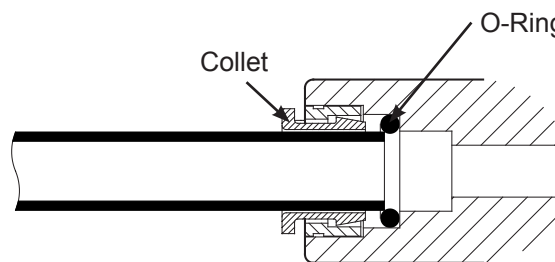
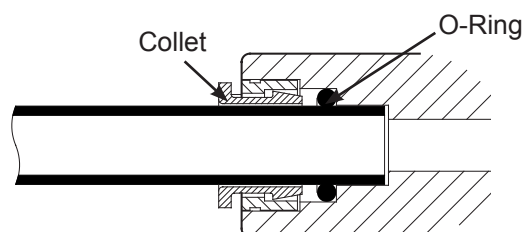
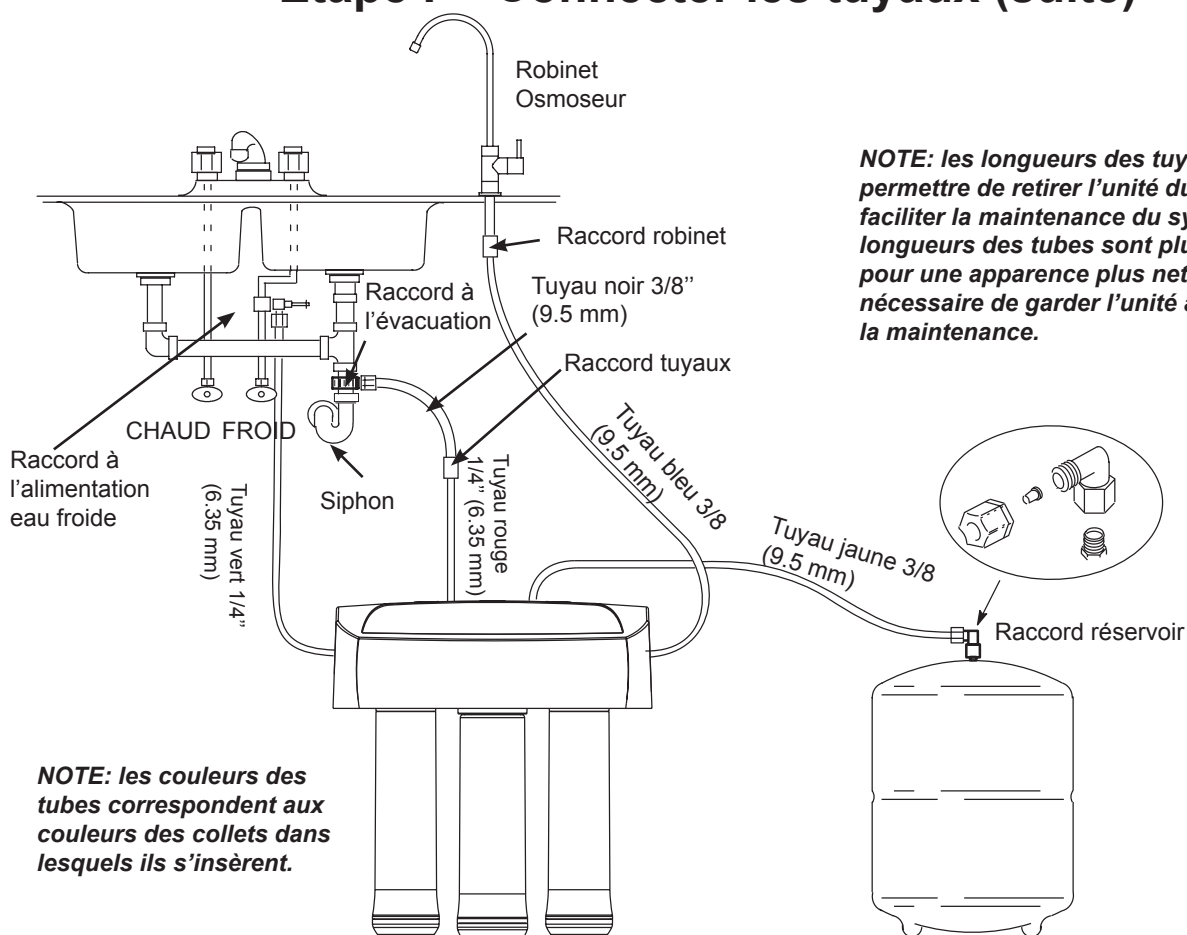

FIG. 16
FIG. 17
FIG. 20
1. Poussez le tuyau dans la douille jusqu'à ce qu'il pénètre dans le joint torique. Continuez d'exercer une pression jusqu'à ce que les bouts des tuyaux reposent contre le bout du raccord. Cf Fig. 17. L'erreur courante consiste à cesser de pousser lorsque le tuyau pénètre dans le joint torique. Lorsque le tuyau de 1/4" (6.35 mm) est complètement inséré, 1.7 cm de tuyau est entré à l'intérieur du raccord. Lorsque qu'un tuyau de 3/8" (9.5 mm) est complètement inséré, 1.9 cm du tuyau est entré à l'intérieur du raccord. Vous pouvez faire créer des repères sur les tuyaux à l'aide de scotch ou d'un marqueur. Cf Fig. 16 & 17.
2. Dirigez l'une des extrémités du tuyau vert vers le raccord à l'alimentation en eau froide. Cf Fig. 20.
7. Insérez correctement à l'intérieur du collet. Cf Figs. 16 & 17.
2. Dirigez l'une des extrémités du tuyau bleu vers le raccord du robinet d'osmose inverse. Cf Fig. 20.
4. Insérez bien profondément à l'intérieur du raccord du robinet. C'est un raccord poussoir. Cf Figs 16 & 17.
2. Dirigez l'autre extrémité du tuyau rouge vers un point entre le raccord à l'égout et l'unité d'osmose inverse. Cf Fig.20.
4. Insérez profondément à l'intérieur du raccord-poussoir au diamètre approprié (1/4") appelé «Raccord tuyaux» (Fig. 20). Cf Fig 16 & 17.
6. Coupez l'une des extrémités du tuyau en angle droit et l'insérer dans la partie 3/8" du système poussoir du raccord tuyaux. Cf Fig 16 & 17.
7. Dirigez l'autre extrémité du tuyau noir vers le raccord à l'égout (Fig. 20). Coupez le tuyau de manière à la raccorder de manière la plus droite et directe possible vers le raccord à l'égout. Il ne doit pas y avoir de boucle, déclin ou frisotti.
2. Dirigez l'autre extrémité du tuyau jaune vers le raccord situé sur la bonbonne de stockage. Cf Fig.20.